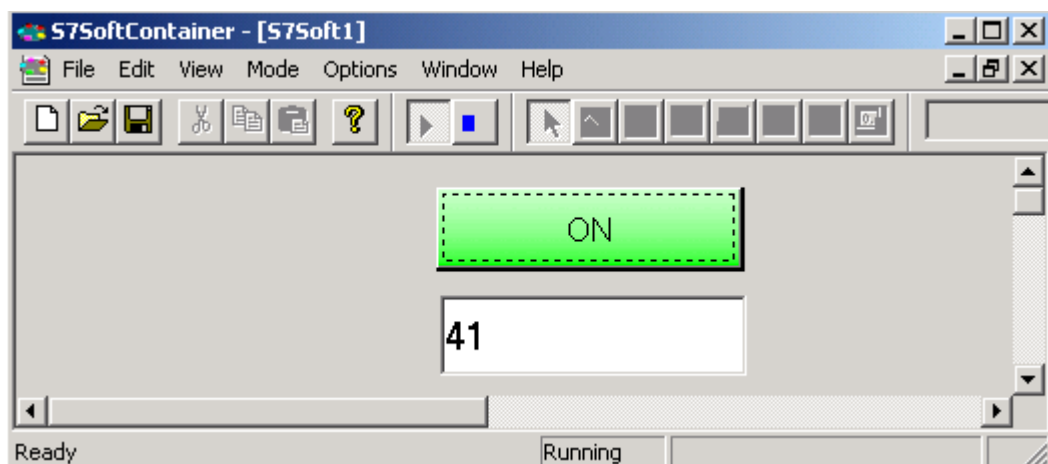

图 3.7 Computing SoftContainer 的运行效果
(5) 鼠标单击工具栏上的按钮 ，运行程序，结果如图 3.7 所示。